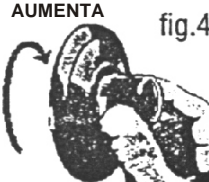

fig.4
• Gire o botão de "Controle de Corrente" no sentido horário até o Amperímetro indicar a corrente desejada (fig.4).